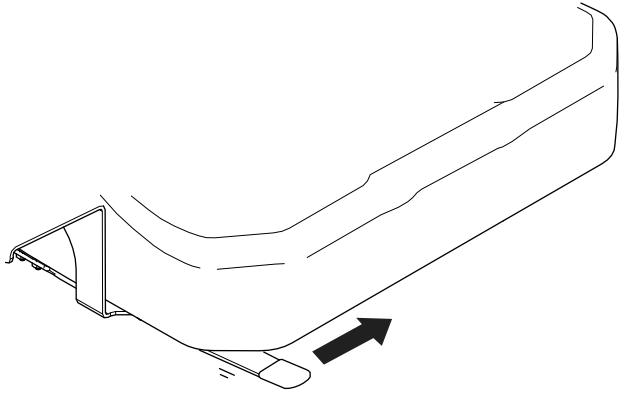

图 5
- **型号 31980**将调节杆移到左侧**图 5**将座椅移到舒适的位置然后松开锁定杆以固定座椅的位置。